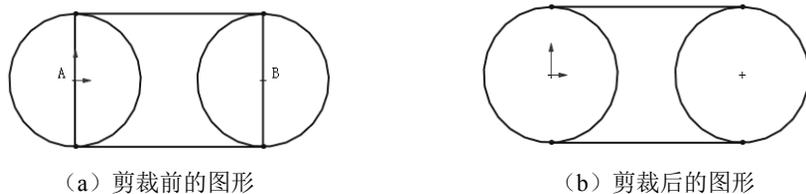

图 2-56 剪裁实体的过程
下面以如图 2-56 所示为例说明剪裁实体的过程，图 2-56 (a) 为剪裁前的图形，图 2-56 (b) 为剪裁后的图形，其操作步骤如下。
(1) 打开随书电子资料中的源文件“草图剪裁”，在草图绘制状态下，选择菜单栏中的“工具”→“草图工具”→“剪裁”命令，或者单击“草图”选项卡中的“剪裁实体”按钮, 系统弹出“剪裁”属性管理器。
(2) 在“剪裁”属性管理器中选择“剪裁到最近端”选项。
(3) 依次单击如图 2-56 (a) 所示的 A 处和 B 处，剪裁图中的直线。
(4) 单击“剪裁”属性管理器中的“确定”按钮, 完成草图实体的剪裁，剪裁后的图形如图 2-56 (b) 所示。